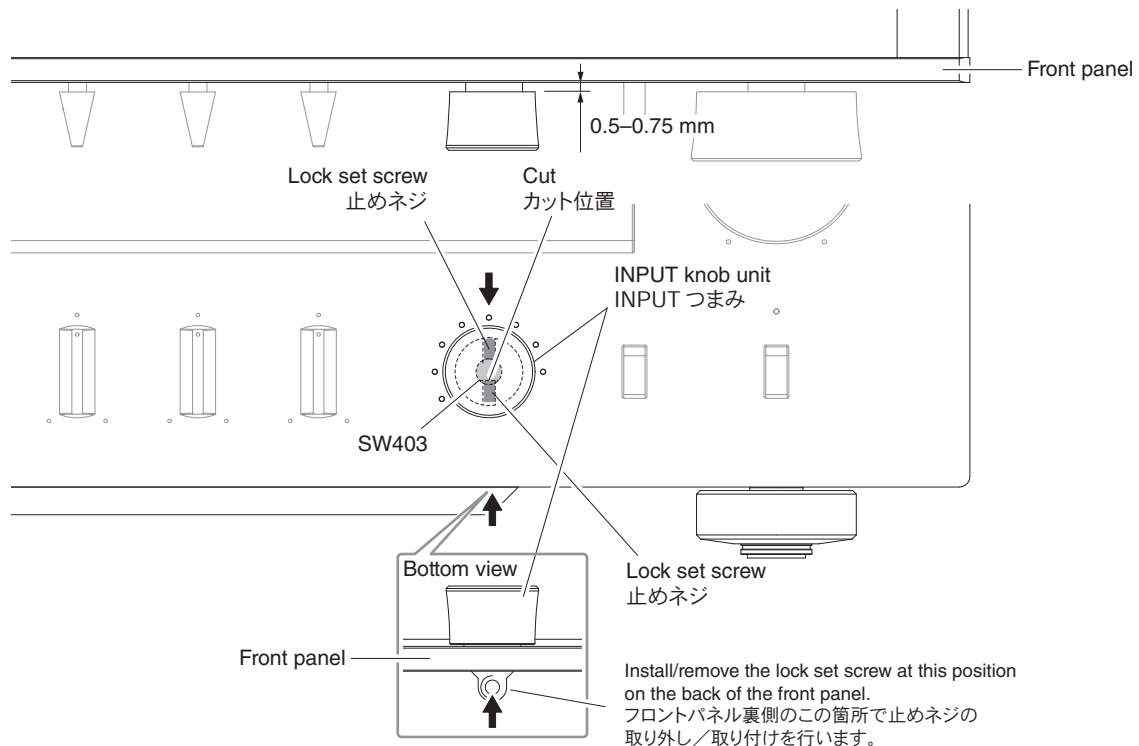

Fig. 4
- Turn the INPUT (SW403) so that the cut in it comes at the under. (Fig. 4)
- Install the INPUT knob unit with its lock set screw positioned at the under. (Fig. 4)
- Keep about 0.5 mm to 0.75 mm clearance from the front panel to INPUT knob unit. (Fig. 4)
- Match the lock set screw position with the cut in INPUT (SW403) and tighten the lock set screw. (Fig. 4)
- Turn the INPUT knob unit by 180 degrees (6 clicks) and tighten another lock set screw. (Fig. 4)
- INPUT (SW403) のカット位置が下になるよう回します。(Fig. 4)
- INPUTつまみの止めネジ位置を下にして取り付けます。(Fig. 4)
- フロントパネルからINPUTつまみまで0.5～0.75mm程度隙間をあけます。(Fig. 4)
- INPUT (SW403) のカット位置に止めネジ位置を合わせ、止めネジを締めます。(Fig. 4)
- INPUTつまみを180°回転(6クリック)させ、もう1つの止めネジを締めます。(Fig. 4)